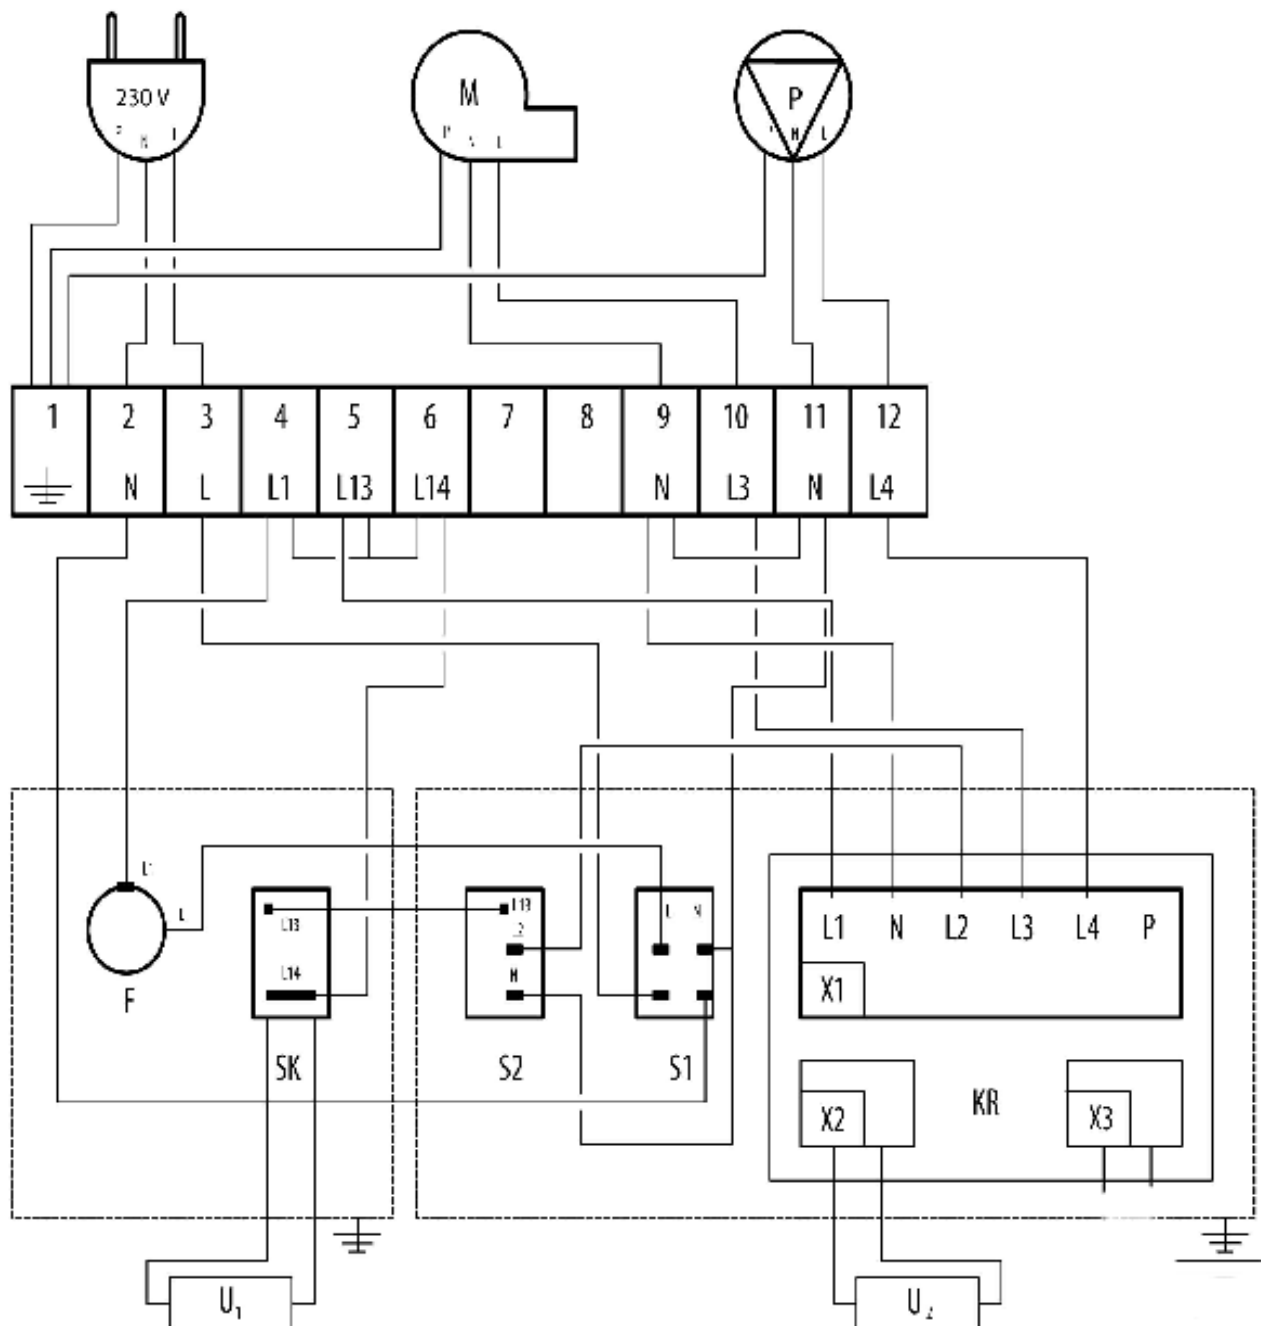
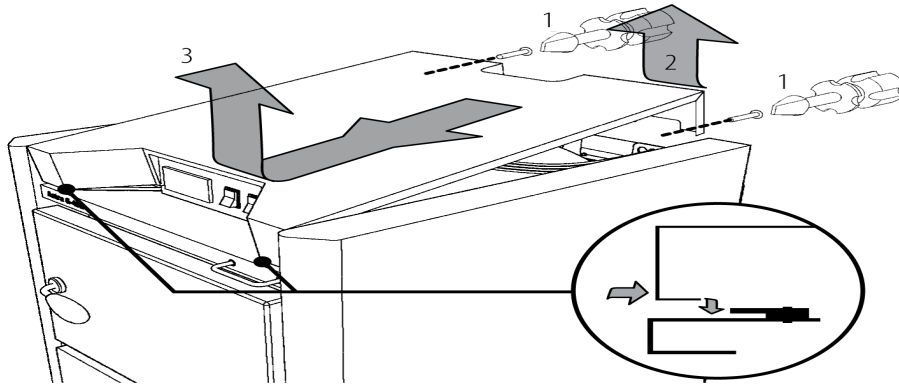

Fig. 6 Kopplingsschema för pannan
Fig. 7 Demontering av locket på pannan
För att säkerställa ett kontinuerligt flöde av vatten, ska en Laddomat 21 anslutas. Den elektroniska regulatören i pannan styr Laddomatpumpen. Innan du ansluter Laddomatpumpen, ta bort locket på pannan (bild 7). Kabeln till Laddomatpumpen dras genom det lediga hålet i baksidan av locket. Anslut kabeln för Laddomatpumpen till kontakt nr 11 och 12, (se Fig. 6 "Kopplingsschema för pannan"). Anslut jordledaren för Laddomatpumpen till kontakt nr 1 på samma anslutning.
För pannor Astra G-18E, Astra G-25E, Astra G-32E: packa upp fläkten och lossa klämman på anslutningen för fläkten, pos. 10 (fig 1). Placera öppningen av fläkten på anslutningen, montera klämman och dra åt den. Kontrollera att fläkten sitter fast och är tät. Anslut fläktens kabel via hålet i locket till regulatorns anslutningar (se Fig. 6 "Kopplingsschema för pannan")